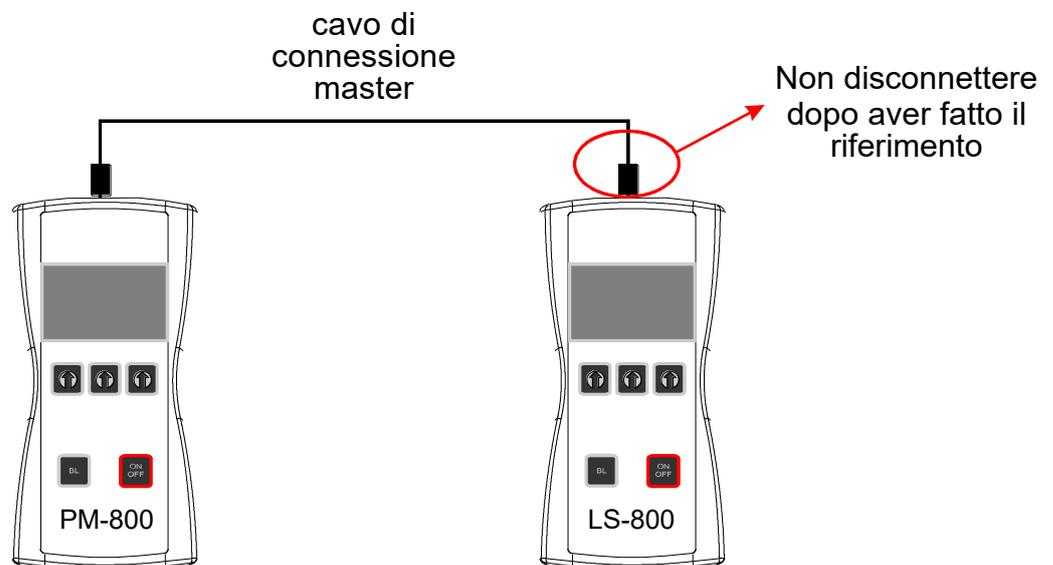

Fig. 3
2. Collegare l'altra estremità del cavo alla sorgente luminosa (LS-800, Fig. 3).